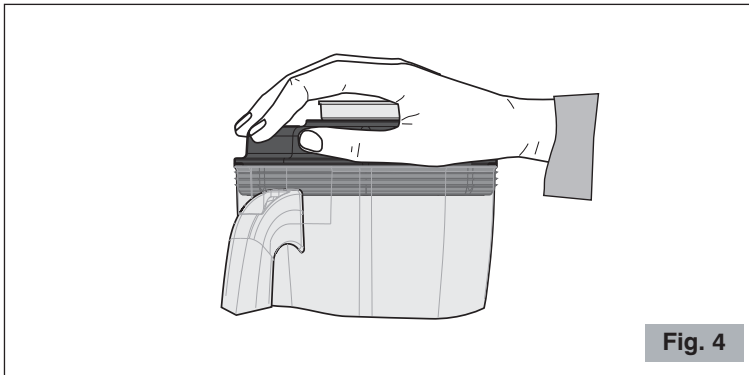

Fig. 4
- 5 Selezionare la velocità desiderata con il selettore  e, mantenendo una mano sul coperchio, accendere il motore premendo il tasto  (Fig. 4).